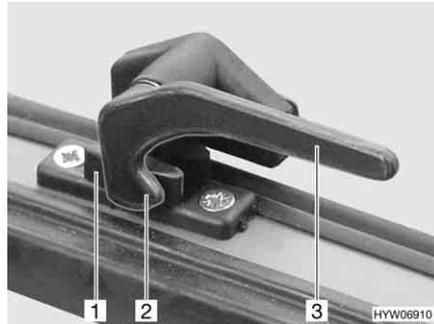

Fig. 82 Palanca de bloqueo en la posición de "cerrado"
- Girar todas las palancas de bloqueo (Fig. 82,3) un cuarto de vuelta hacia el centro de la claraboya.
- Girar todas las palancas de bloqueo (Fig. 82,3) un cuarto de vuelta hacia el marco. El saliente de bloqueo (Fig. 82,2) se encuentra en la cara interior del bloqueo de la claraboya (Fig. 82,1).
- En la posición "cerrada fijamente" (Fig. 82)